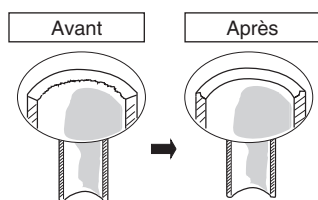

Fig. 5-1
- (1) Coupez le tube en cuivre à la longueur requise avec un coupe-tube. Il est recommandé de couper environ 30 à 50 cm en plus de la longueur du tube que vous évaluez.
- (2) Éliminez les copeaux à l'extrémité de la tuyauterie en cuivre avec un alésoir de tube ou une lime. Ce procédé est important et doit être effectué soigneusement pour faire un bon évasement. Veillez à empêcher la pénétration de tout contaminant (humidité, saleté, copeaux métalliques, etc.) dans la tuyauterie. (Figures 5-1 et 5-2)